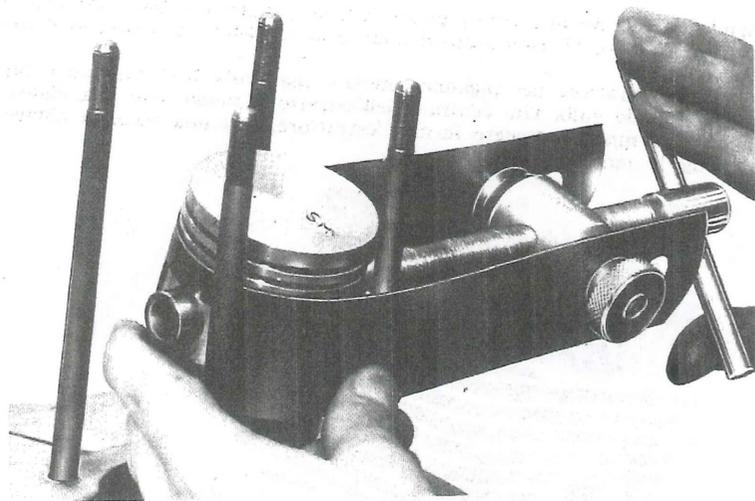

Fig. 13 - Estrazione spinotto
- Sfilare lo spinotto con l'apposito « Estrattore per spinotto », matricola U46-2 (fig. 13). Rimuovere la gabbia a rulli su spinotto.